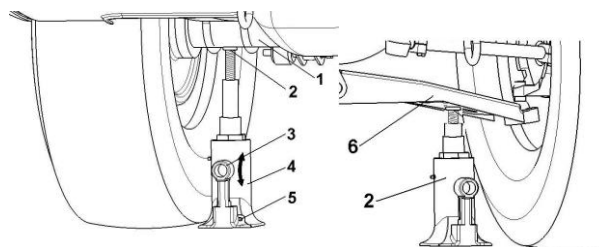

Рис. 35. Подъем автомобиля при замене колес
4. Заверните винт 5 (рис. 35) (вращая по часовой стрелке), установите домкрат 4 ближе к заменяемому колесу так,